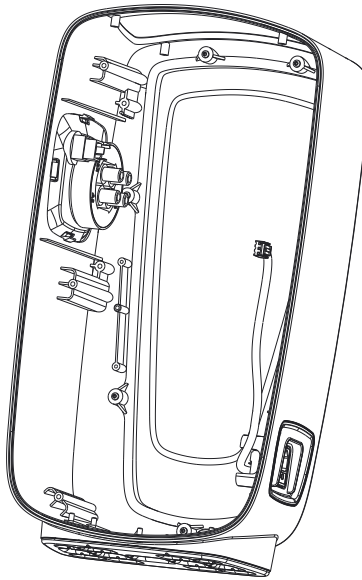

Figure 25 – Boîtier de pompe avant
10. Retirer et jeter le boîtier de pompe avant (Figure 25).